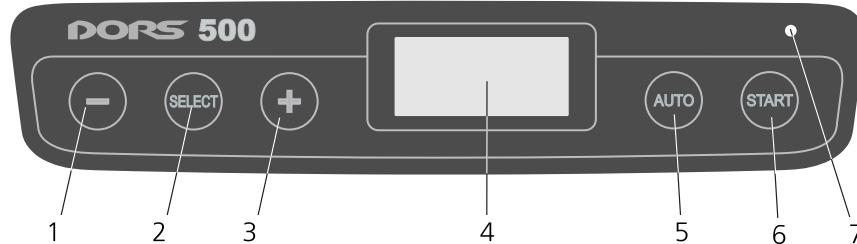

Рисунок 4 Панель управления
10. После открытия датчика наличия объекта № 2 (см. рис. 1) будет создана новая петля, и можно будет обандероливать новый корешок (пачку, стопу). По завершении процесса создания новой петли индикатор готовности 7 (рис. 4) горит непрерывно.